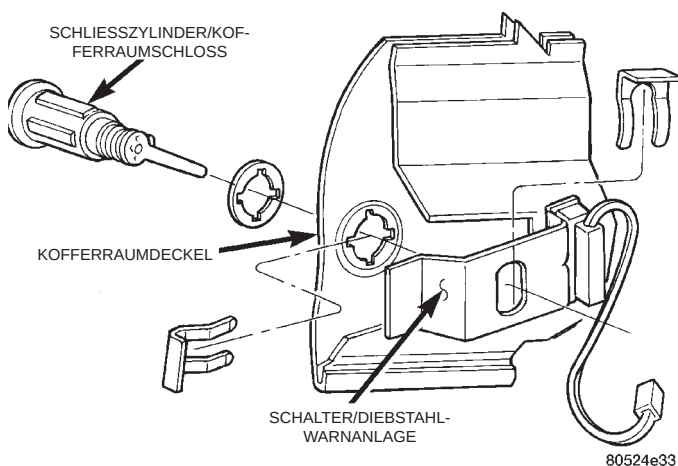

Abb. 74 Schließzylinder des Kofferraumschlosses
(1) Kofferraum entriegeln und Kofferraumdeckel öffnen.
(2) Kofferraumverriegelung abbauen.
(3) Je nach Ausstattung, Halteclip lösen, mit dem der Schließzylinder des Kofferraumschlosses am Schalter der Diebstahlwarnanlage befestigt ist (Abb. 74).
(4) Je nach Ausstattung, den Schalter der Diebstahlwarnanlage ausbauen.
(5) Halteclip lösen, mit dem der Schließzylinder des Kofferraumschlosses am Kofferraumdeckel befestigt ist.